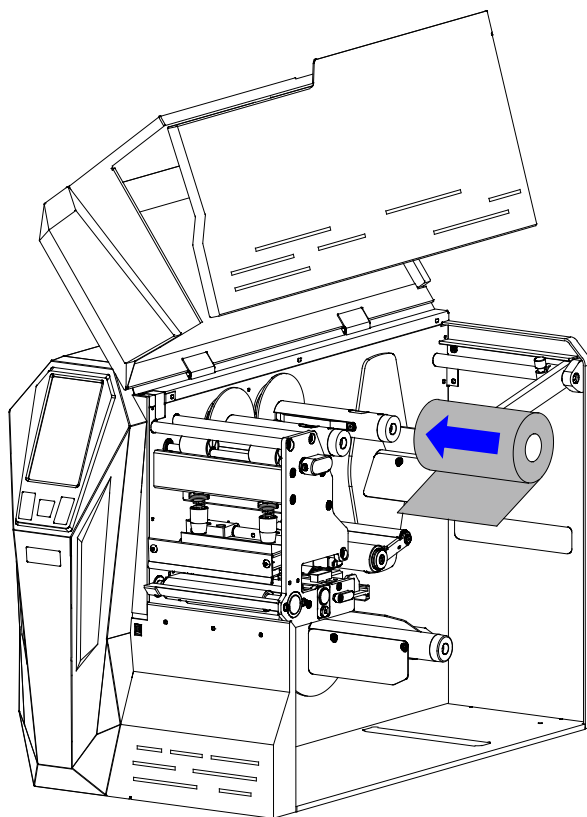

图 2-12 安装碳带卷
3. 将碳带卷套入碳带供应轴（以外碳为例），如图 2-12 所示，确保附着油墨的一面朝下，且碳带卷靠紧碳带供应端限位盘。